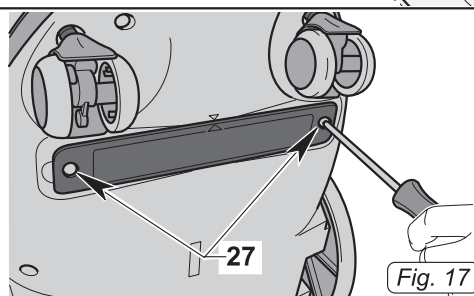
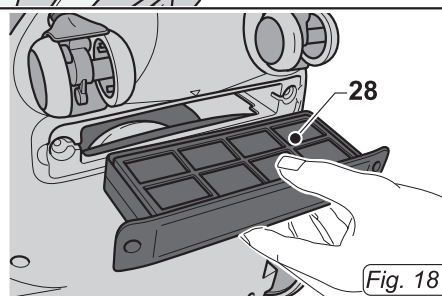

Fig. 17
Fig. 18
- Retourner l'aspirateur, ensuite dévisser les vis (27 fig. 17) et retirer le filtre (28 Fig. 18).